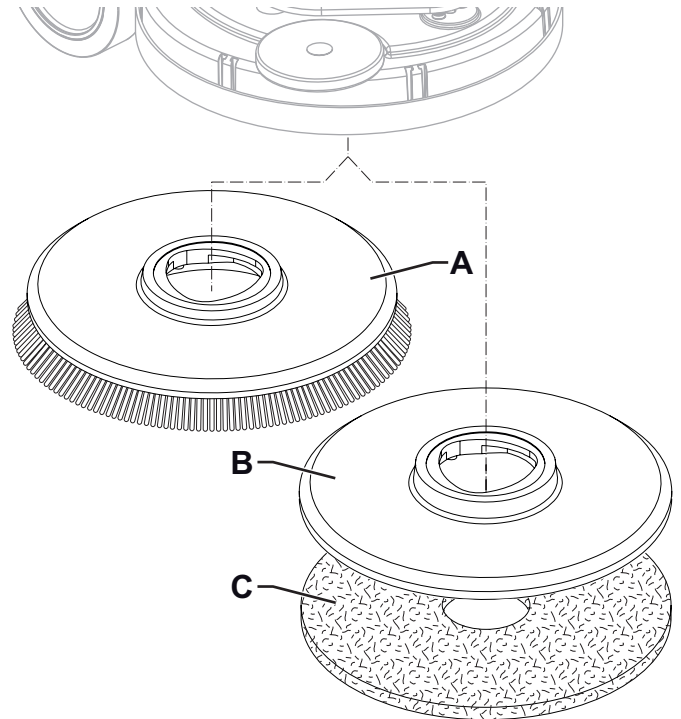

Abbildung 1
An das Gerät können sowohl die Bürste (A, Abb. 1) als auch der Padhalter (B) mit Pad (C) montiert werden, je nach auszuführender Bodenbehandlung.
1. Die Bürste (A) oder den Padhalter (B) unter den Bürstenkopf (23) positionieren.
3. Schalter (41) auf „I“ stellen.
5. Während zumindest eine Hand auf den Sensoren zur Erfassung der Anwesenheit einer Bedienperson (46) liegt, kurz den Getriebemotor aktivieren, damit die Bürste angekoppelt wird. Falls erforderlich wiederholen, bis die Bürste angekoppelt ist.